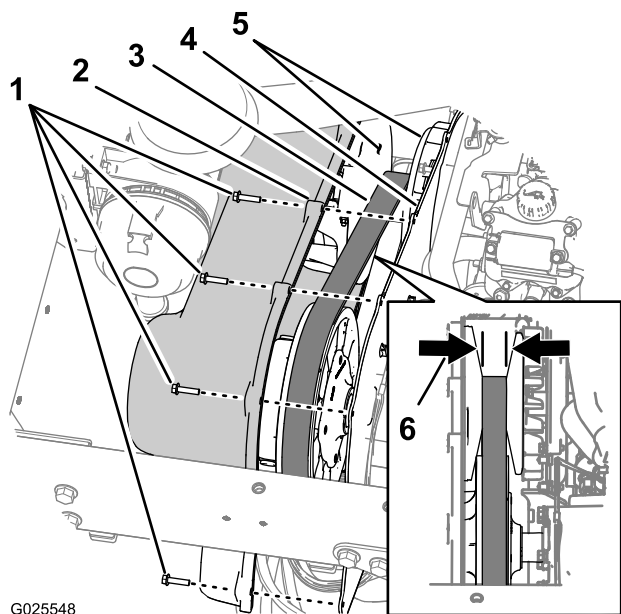

Figura 73
1. Rimuovete i 9 bulloni a rondella esagonale (1/4 x 1 poll.) che fissano il coperchio della trasmissione alla relativa piastra di montaggio (Figura 73).
2. Spostate il coperchio in avanti fino a vedere la cinghia di trasmissione (Figura 73).
3. Controllate eventuali segni di danneggiamento sulle facce rastremate della frizione primaria (Figura 73).
4. Controllate eventuali denti danneggiati o mancanti sulla cinghia di trasmissione (Figura 73).
5. Misurate la cinghia e registratene la larghezza (Figura 73).
Nota: Se la larghezza della cinghia è minore o uguale a 29,5 mm, sostituirla (Figura 73).
6. Allineate i fori nel coperchio della trasmissione con i fori nella piastra di montaggio (Figura 73).
7. Fissate il coperchio alla piastra di montaggio (Figura 73) con i 9 bulloni a rondella esagonale (1/4 x 1 poll.) rimossi alla fase 1 e serrateli a 10,2–12,4 N m.